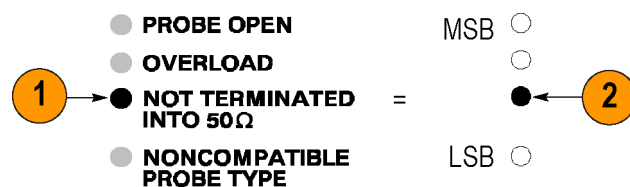

Рис. 26: Интерпретация кодов ошибок
3. Для отображения четырехзначного двоичного кода ошибки используются четыре светодиодных индикатора ошибок, расположенные над переключателем ON/STANDBY (включение/ожидание). (См. рис. 26 на странице 55.) Значения кодов ошибок приведены в таблице. (См. таблицу 6 на странице 55.)
2. Четырехразрядный двоичный код (0010) указывает код ошибки 2: ошибка нулевого уровня в цепи смещения по постоянному току. (См. рис. 26.)